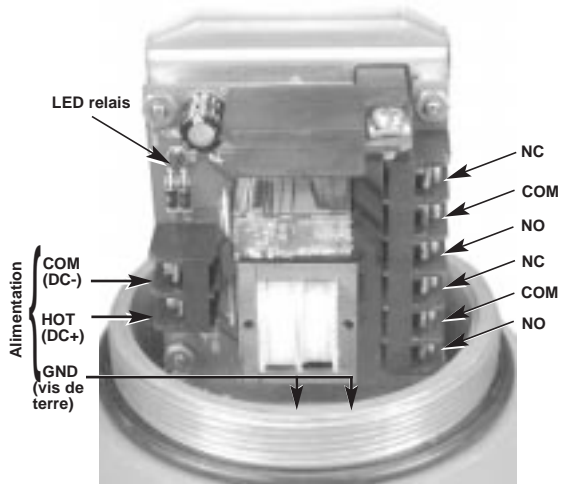

Fig. 15
4. Etalonnage: (voir **Figure 15**)